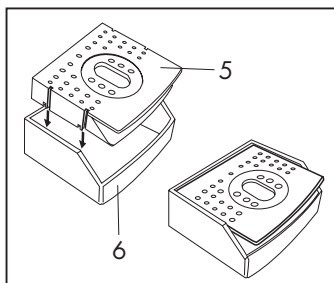

Fig. 7
- Inserendo le guide nella vaschetta (6) come indicato nel disegno (**Fig.7**) la griglia si posiziona più in alto, ideale per preparare un caffè espresso.